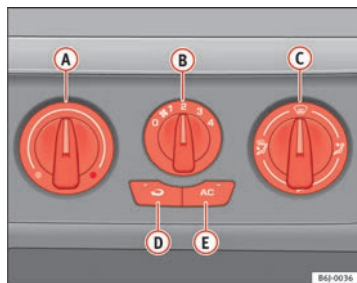

Fig. 106 Sur la planche de bord : éléments de commande du climatiseur
- Désactivez le système de refroidissement avec la touche ⇒ fig. 106 **AC** (le témoin de la touche s'éteint).